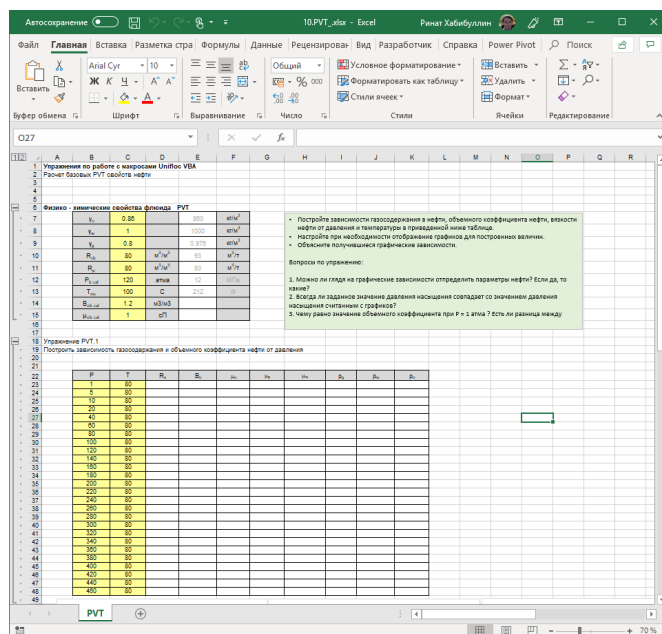

Рис. 3.2 — Открытый файл с упражнением 10 . PVT . xlsx
2. Откройте файл с упражнением 10 . PVT . xlsx (смотри рис. 3.2).